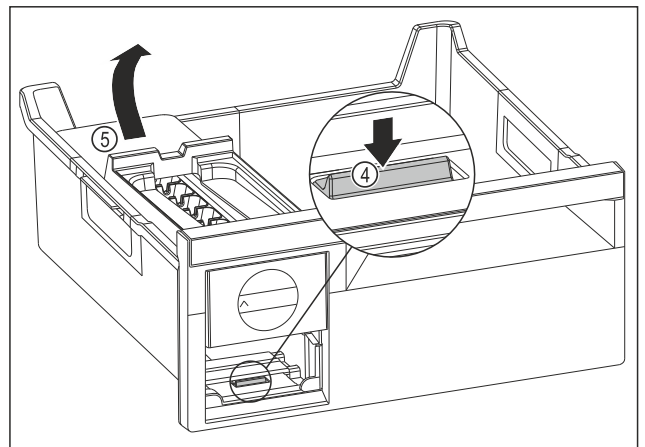

Fig. 76
- ▶ Odoberte korpus EasyTwist-Ice: Strmeň Fig. 76 (4) zatlačte prstom nadol a súčasne druhou rukou zdvihnite zozadu korpus EasyTwist-Ice Fig. 76 (5).